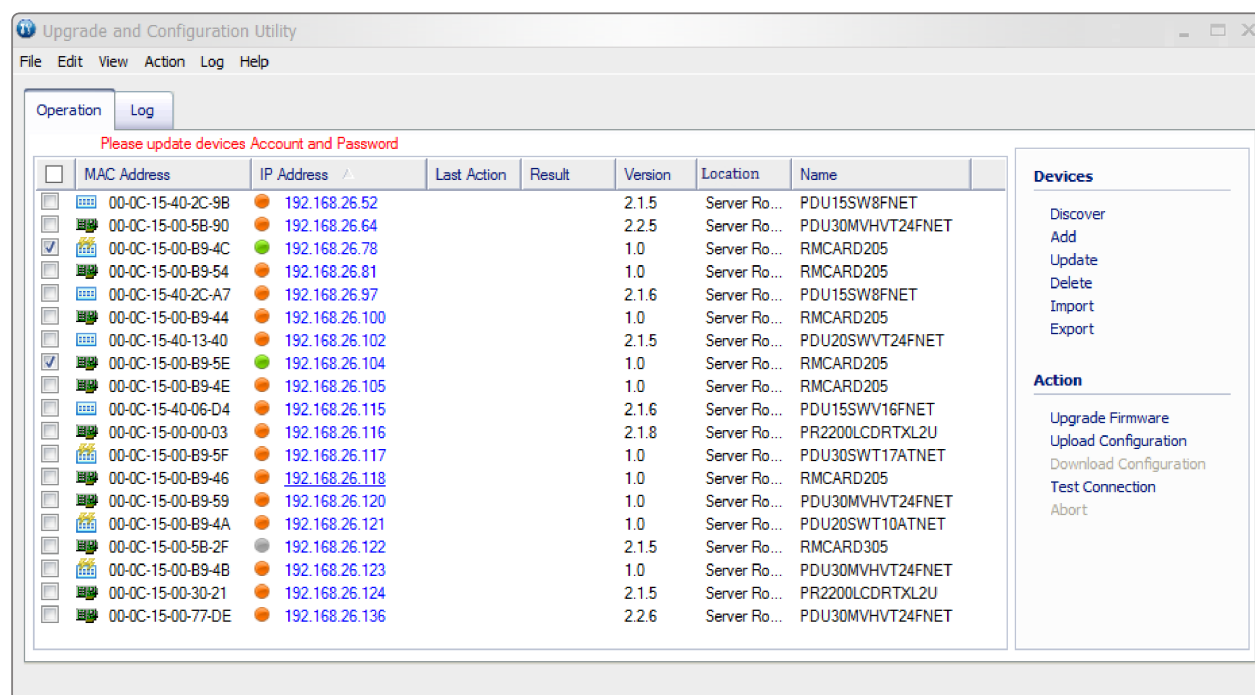

Figure 6. Fenêtre principale de l'utilitaire de mise à niveau et de configuration.
3. La fenêtre principale de l'utilitaire de mise à niveau et de configuration est présentée dans la figure 6. L'outil de configuration affiche tous les équipements de gestion à distance CyberPower présents sur le sous-réseau local. Le bouton « Découvrir » sert à chercher à nouveau le sous-réseau local.